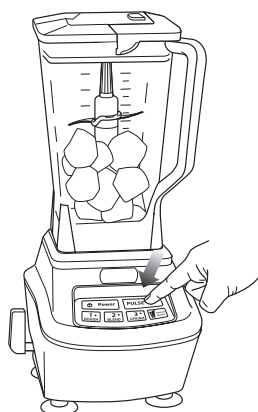

Fig. 6
- 9** Choisissez la vitesse correspondant à vos besoins. (Fig. 6)